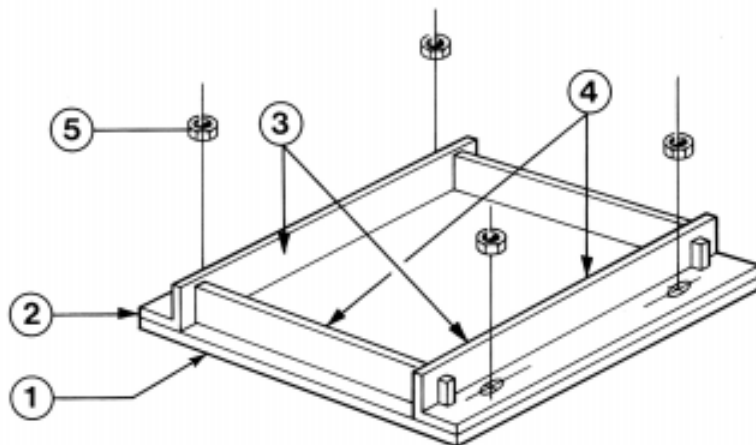

Fig. 26 Bloccaggio setto di separazione
- Bloccare il setto di separazione (fig. 26) con gli angolari (3), che bloccano i piattini (4), e con i dadi (5).